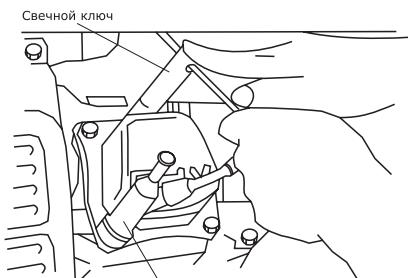
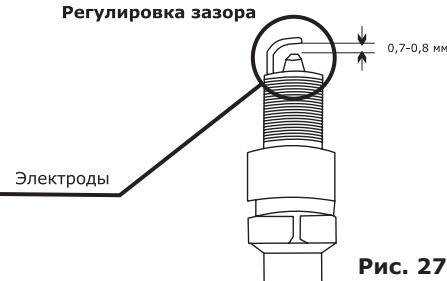

Рис. 26
Рис. 27
- Выверните свечным шестигранным ключом, входящим в комплект поставки (рис. 26), и осмотрите свечу (рис. 27). Электроды свечи должны иметь светло-коричневый цвет.
- Проверьте величину зазора между заземляющим и центральным электродами, используя специальный щуп. При необходимости установите зазор 0,76 мм (рис. 27).